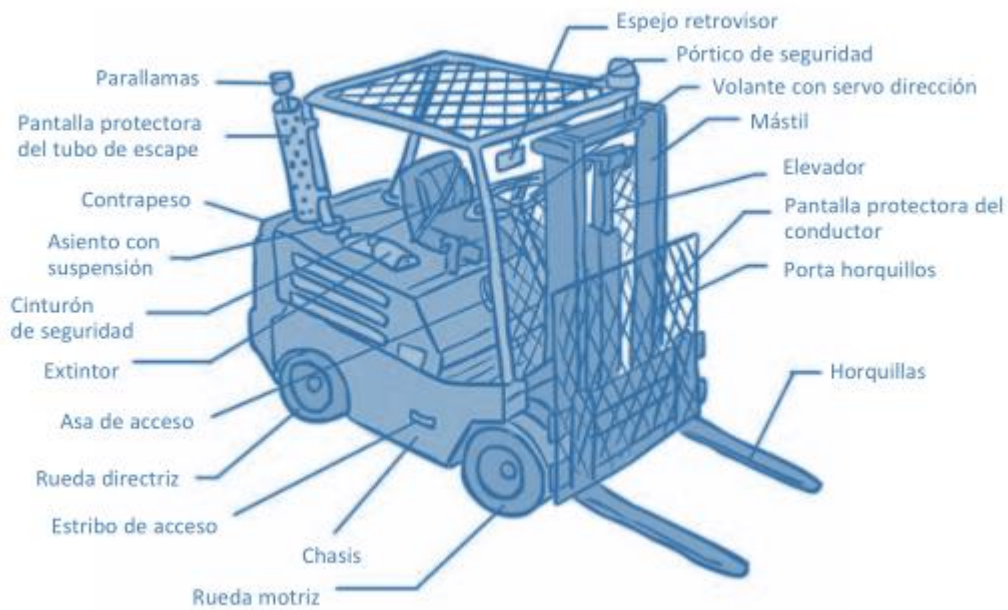

Figura 1: Componentes Carretilla Elevadora – Fuente: FREMAP
- Asimismo se ha desarrollado una gran cantidad de normativa específica. La figura 1 muestra un listado no exhaustivo de la misma: